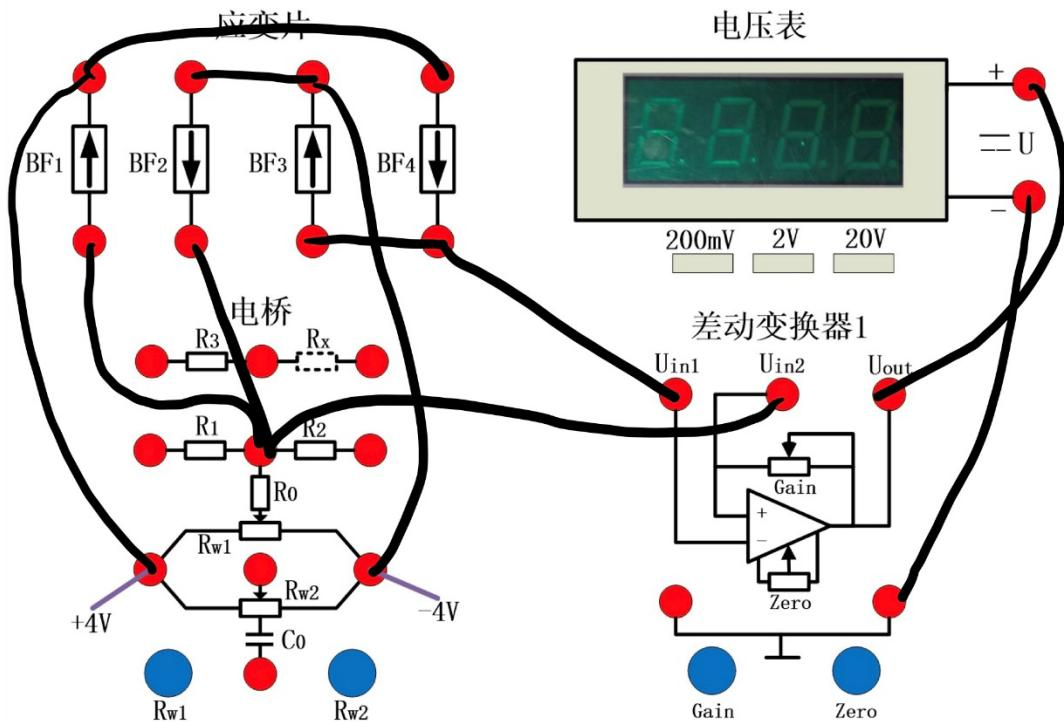

图 1.4 全桥测试接线图
4、根据直流全桥原理, 在图 1.4 中画出接线图, 并进行实际连线。